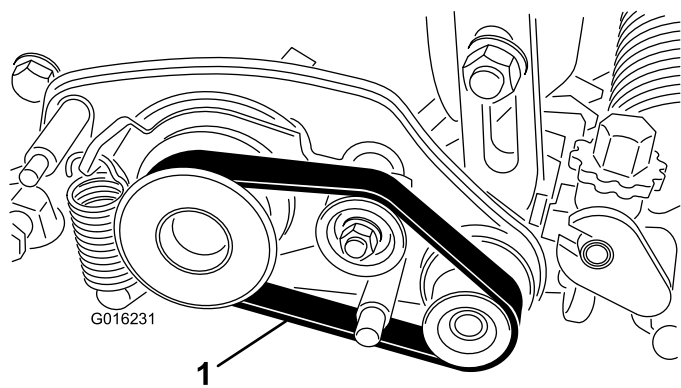

Figure 27
2. Retirez la courroie de la poulie d'entraînement, la poulie de tension et la poulie menée (Figure 27).